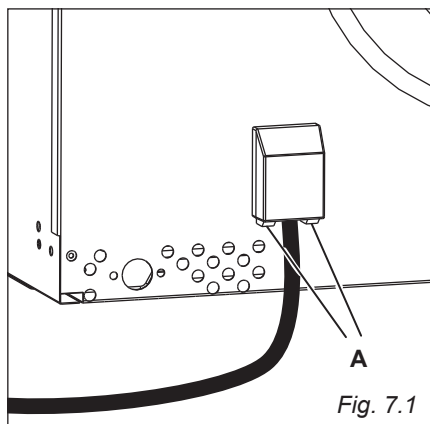

Fig. 7.1
- Sganciare il coperchio della morsetteria inserendo un cacciavite nei due agganci "A" (fig. 7.1).